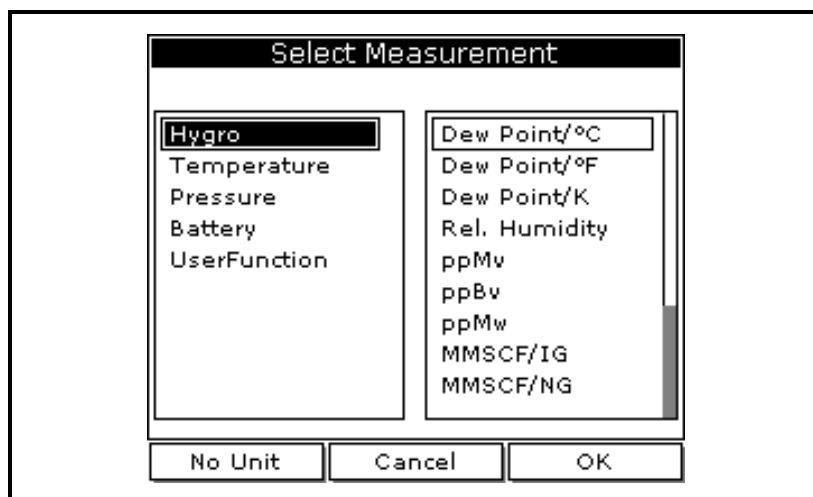

图 3-2 : Select Measurement (选择测量结果) 窗口
2. 使用方向键滚动至 Measurement (测量结果) , 然后按 [ENTER] (进入)。此时将出现类似于下图 3-2 的屏幕。左列将会显示五个测量结果类型 , 而右列则显示测量结果的单位。